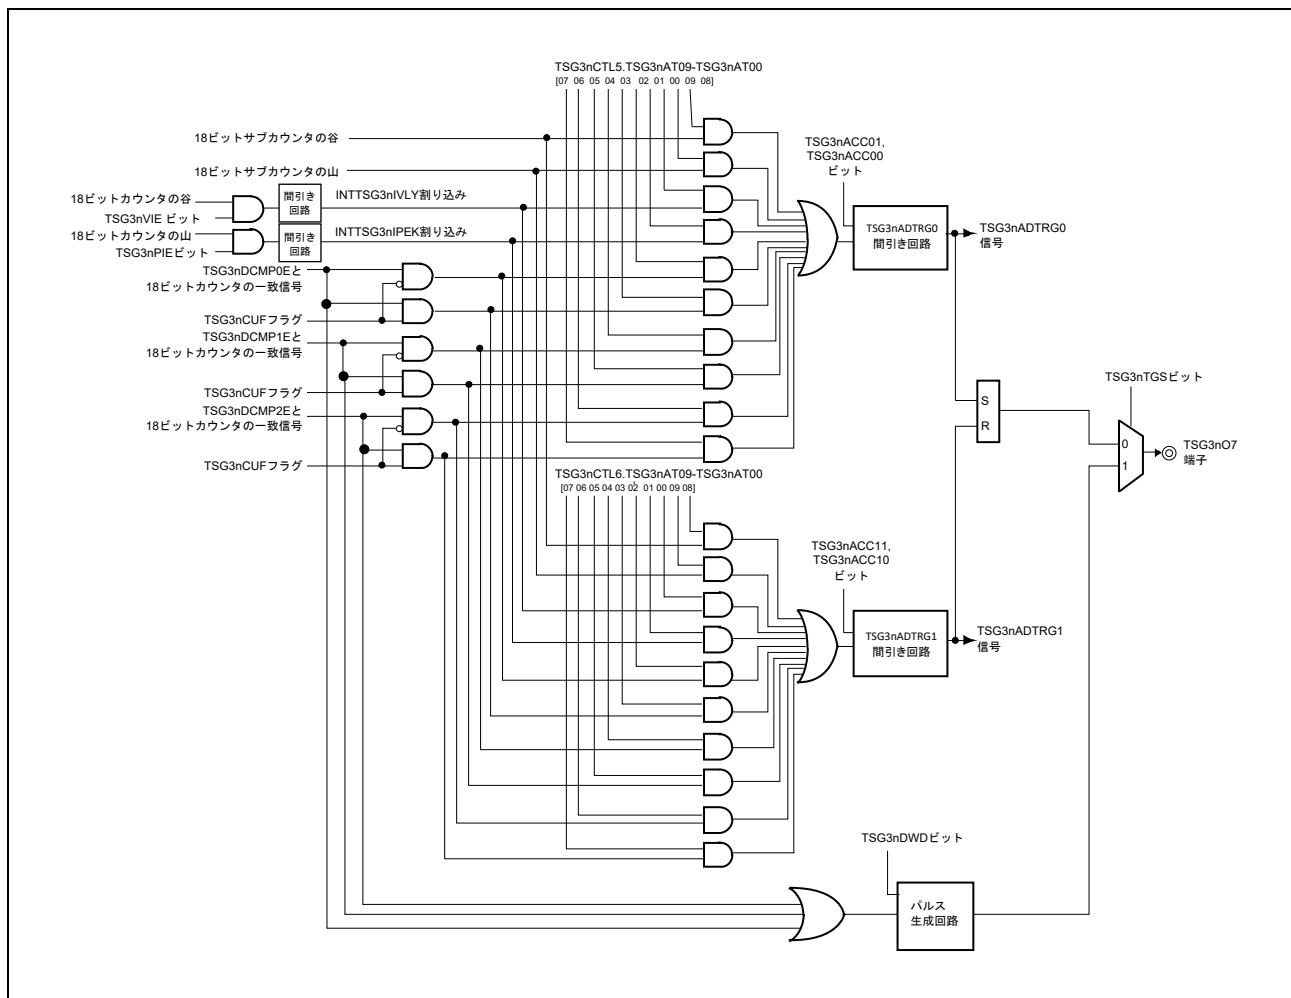

図 20.41 A/D 変換トリガ、ダイアグ出力制御回路
図 20.41 のように、TSG3nDCMP0E-TSG3nDCMP2E と 18 ビットカウンタのコンペア一致と山割り込み (INTTSG3nIPEK)、谷割り込み (INTTSG3nIVLY) の割り込み信号、18 ビットサブカウンタの山タイミング、18 ビットサブカウンタの谷タイミングを選択し、論理和 (OR) をとった信号を生成することができます。